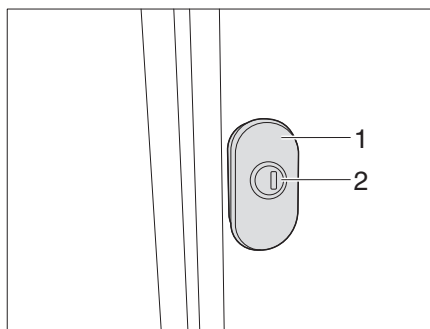
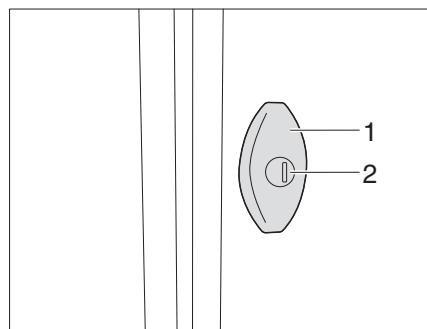

Bild 30 Vridspännlås (variant 1)
Bild 31 Vridspännlås (variant 2)
- Stick in nyckeln i låscylindern (Bild 30/Bild 31,1) och vrid ett kvarts varv. Lucklåset är upplåst.
- Dra i vridspännlåset (Bild 30/Bild 31,2) och vrid i 180° moturs. Den utvändiga luckan är öppen.